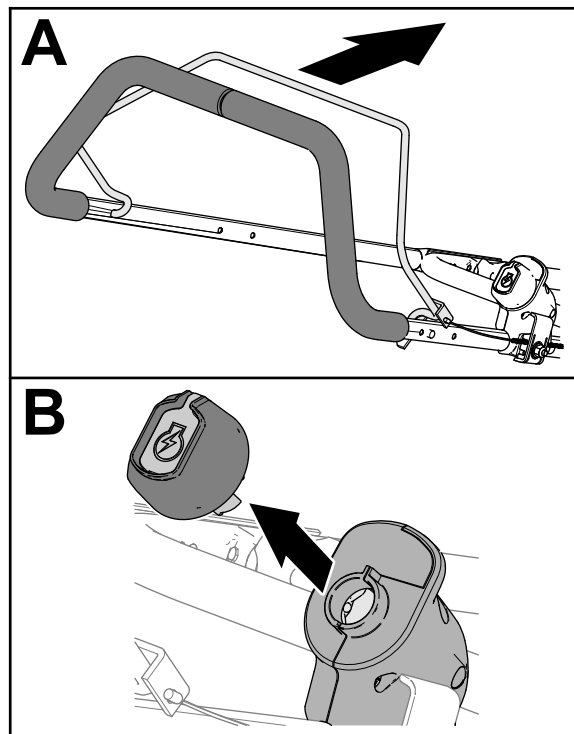

Figura 17
2. Agarre el manillar y la barra de presencia del operador y cierre la barra contra el manillar (Figura 17).
1. Libere la barra de presencia del operador (Figura 17).